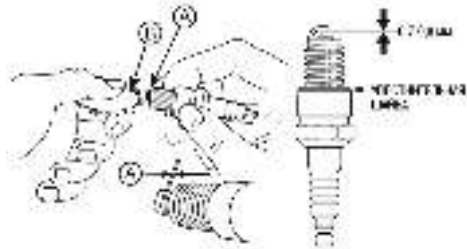

Рис. 42 Проверка межэлектродного зазора
- Измерьте зазор А между электродами свечи зажигания специальным щупом В. Зазор должен быть 0,7-0,8 мм (Рис. 42). При увеличении, или уменьшении требуемого зазора, рекомендуется заменить свечу, так как регулировка зазора может привести к изменению качества искрообразования.